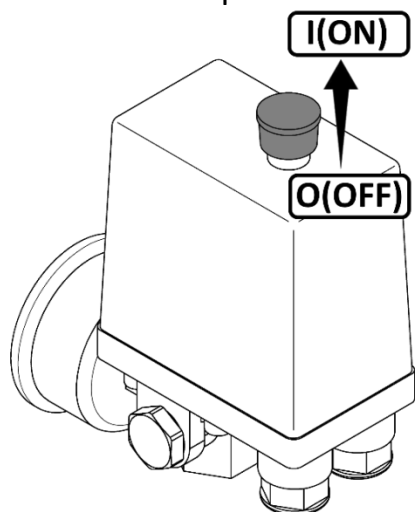

Рисунок 3
- Проверьте, чтобы выключатель на прессостате находился в выключенном положении "OFF" или "O", в зависимости от исполнения (см. рисунок 3).
- Включите компрессор выключателем на прессостате и сразу же выключите. Для этого необходимо переключить выключатель в положение "I" или "ON", в зависимости от исполнения (см. рисунок 3)
- Выключить компрессор выключателем на прессостате. Для этого необходимо переключить выключатель в положение "O" или "OFF", в зависимости от исполнения (см. рисунок 3). После этого остановится электродвигатель и произойдет сброс давления из нагнетательного воздухопровода и поршневого блока.
- Переключите выключатель на прессостате в положение "О" или "OFF", в зависимости от исполнения (см. рисунок 3).